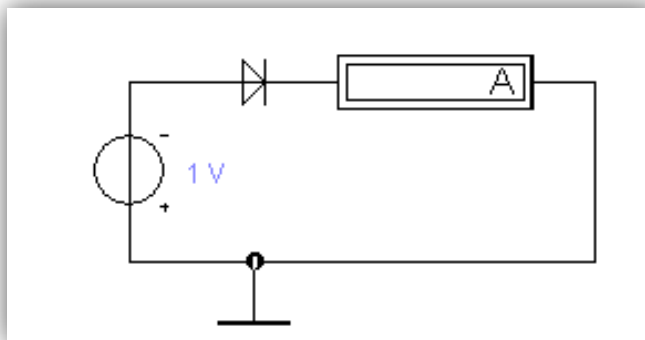

Рисунок 2 – Сема для снятия обратной ветви полупроводникового диода
2. Снимите вольтамперную характеристику обратной ветви выпрямительного диода (рисунок 2) и заполните таблицу 2.